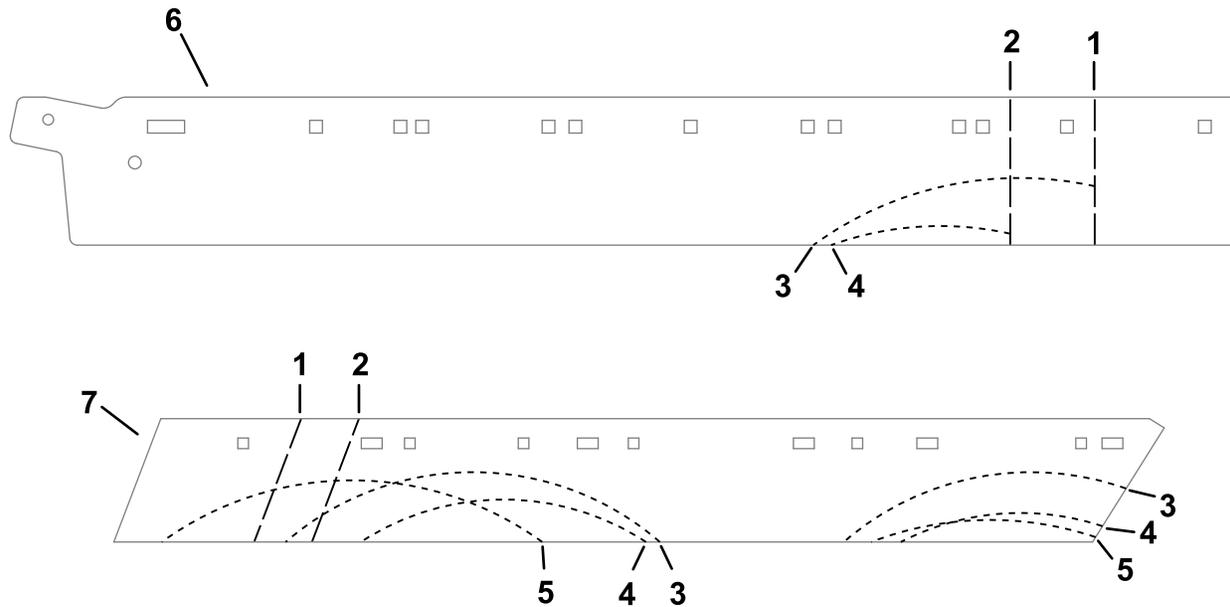

Figura 1
1. Recorte los deflectores de goma según el tamaño de su carcasa específica, como se muestra en la Figura 1. Recorte los deflectores en la primera marca para carcasas de 132 cm (52"), o en la segunda marca para carcasas de 122 cm (48").
2. Localice los arcos de corte que corresponden al tamaño de su carcasa y recorte por los arcos correspondientes (Figura 1).